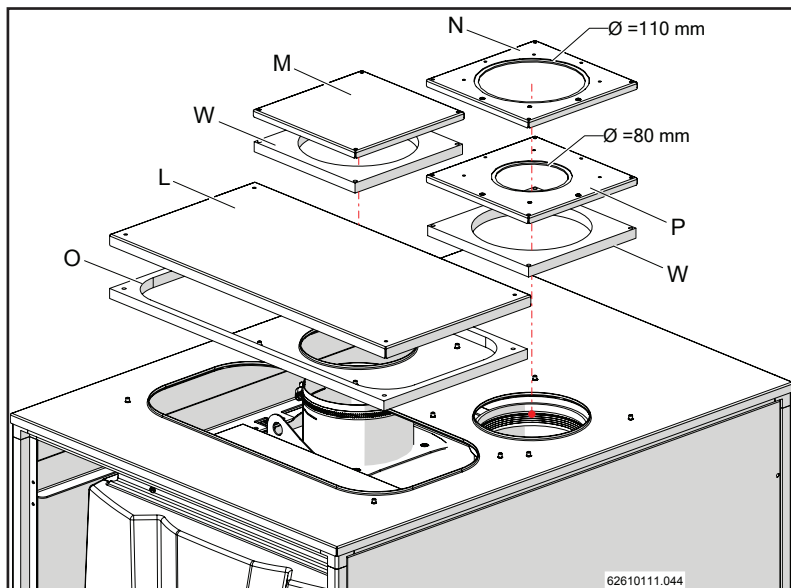

Figura 12-26
- 13.- Fissare, tramite le viti "D", il riparo per le connessioni elettriche "L", per l'aspirazione "M" e per lo scarico "N" (oppure "P") alla copertura superiore (figure 12-26 e 12-27); ricordando di inserire le guarnizioni "O" e "W" come indicato in figura 12-26.
- Se si dispone di uno scarico fumi di diametro 110 mm, utilizzare la copertura per lo scarico "N" di figura 12-26.
- Se si dispone di uno scarico fumi di diametro 80 mm, utilizzare la copertura per lo scarico "P" di figura 12-26.